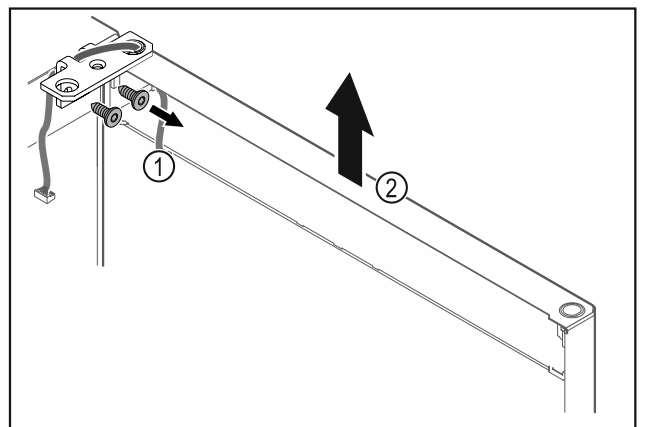

Fig. 23
- ▶ Lironi vidat e profilin të menteshës Fig. 23 (1).
- ▶ Ngrini drejt lart derën së bashku me profilin e menteshës Fig. 23 (2) rreth 200 mm dhe hiqeni.